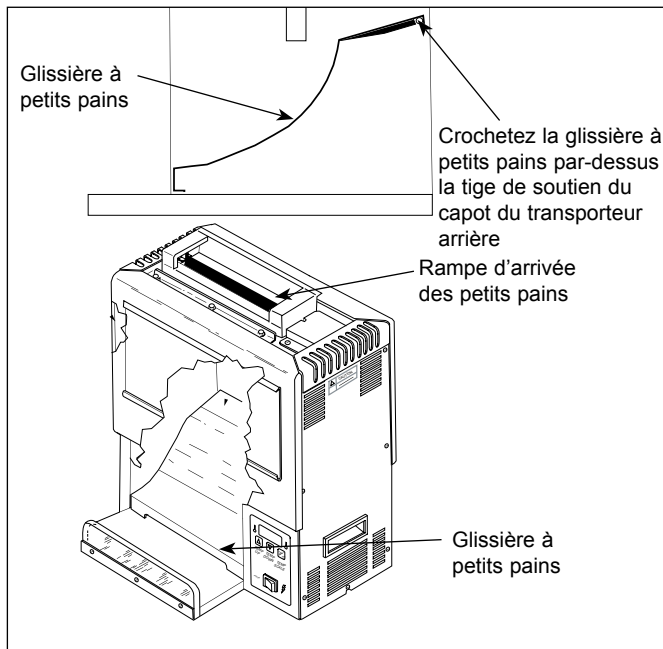

Figure 1. Installation de la glissière à petits pains
- glissière à petits pains (Figure 1)
- rampe d'arrivée de petits pains (Figure 1)
1. Installez la glissière à petits pains (Figure 1).
2. Installez la rampe d'arrivée des petits pains. Les clips de la rampe d'arrivée des petits pains s'enclenchent à l'extrémité de la plaque et maintiennent en place la feuille anti-adhésive (Figures 1 et 9).